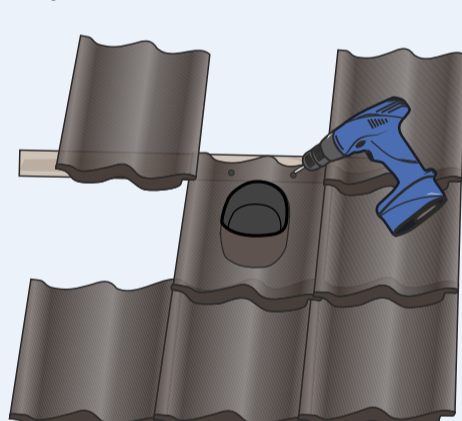

Рис.3
4. Проходную черепицу после установки надо обязательно закрепить двумя саморезами через отверстия в верхней части проходной черепицы (рис. 3).